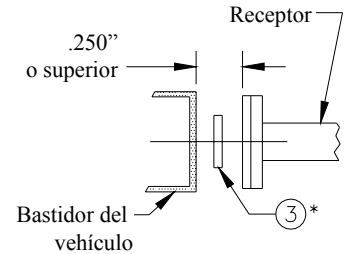

FIGURA 2
9. * Si el espacio entre el soporte lateral del receptor y el bastidor del vehículo es de 250" o superior, instale espaciadores de orificio redondo de 1-1/2" x 3" x 1/4" si es necesario. Véase Figura 2.